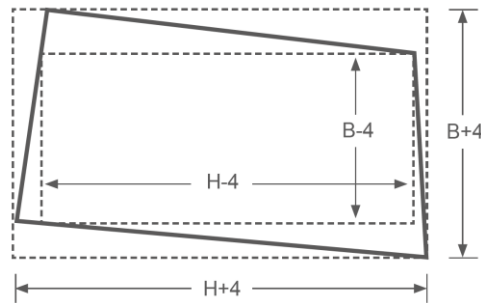

Figura 1. Determinación de largo, ancho y escuadrado
- Para unas determinadas dimensiones nominales de largo (H), y de ancho (B), la lámina de vidrio debe poderse inscribir en un rectángulo construido a partir de las dimensiones nominales aumentadas en el valor positivo de la tolerancia y circunscribir un rectángulo cuyas dimensiones sean las nominales menos el valor absoluto de la tolerancia.
- Dichos rectángulos deben tener sus lados paralelos y ser concéntricos (Figura 1). Las tolerancias de medida de las dimensiones nominales largo (H), y ancho (B), son  $\pm 4$  mm.